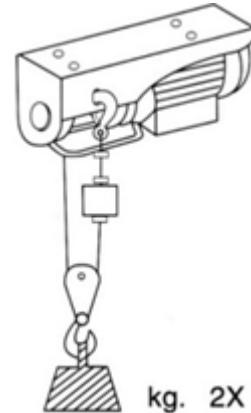

Abb.2
Möglichkeit 2: Sicherung der Belastung mit Hilfe einer Riemscheibe (doppelte Kapazität) (Abb.2)
5. Lösen Sie die Bolzen, Unterlegscheiben und Muttern der Riemscheibe (1, Abb.3) und entfernen Sie den Haken (2, Abb.3). Folgend hängen Sie die Riemscheibe über das Kabel (3, Abb.3). Platzieren Sie jetzt die Bolzen, Unterlegscheiben und Muttern wieder zurück und sichern Sie diese Handfest. Ziehen Sie jetzt Bolzen und Muttern kräftig fest (Abb.3). **WICHTIGER HINWEIS! Sichern Sie den Kabelhaken an dem Körper des Seilzugs in dem dazu bereit integrierten Auge(Abb.2).**